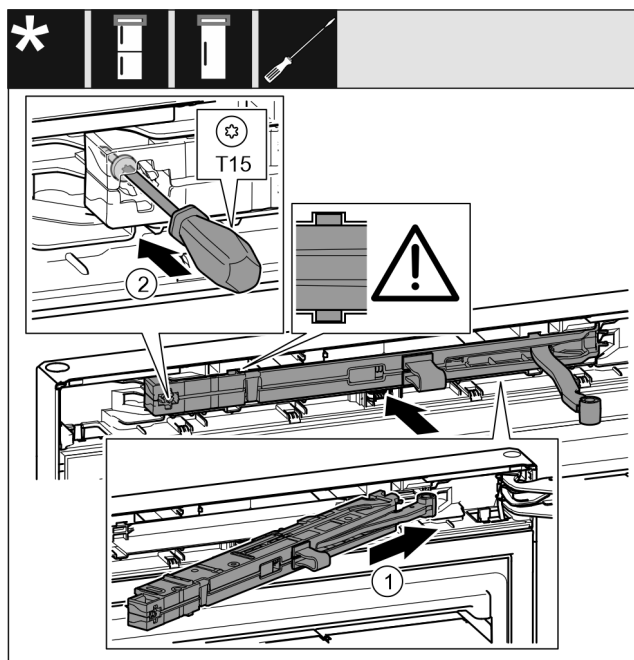

Fig. 29
- 将托架侧面的关门阻尼单元 Fig. 29 (1) 倾斜插入凹槽直至止挡装置。
- 用螺丝刀拧紧螺钉 Fig. 29 (2)。